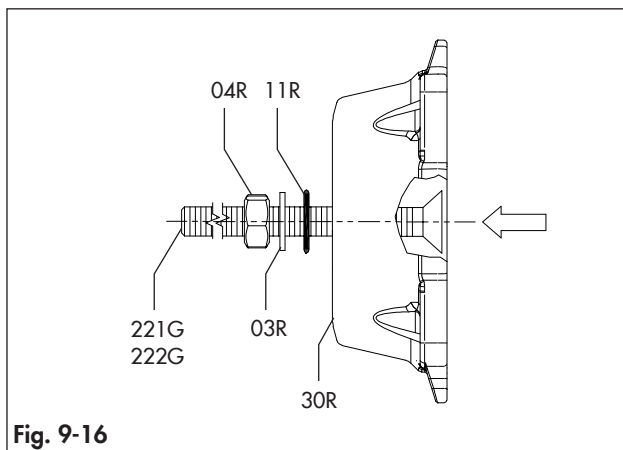

Fig. 9-16
- aperte os parafusos de paragem (221G / 222G) nas tampas das extremidades (30) alinhando a cabeça do parafuso à superfície da tampa da extremidade como mostrado na Fig. 9-16.